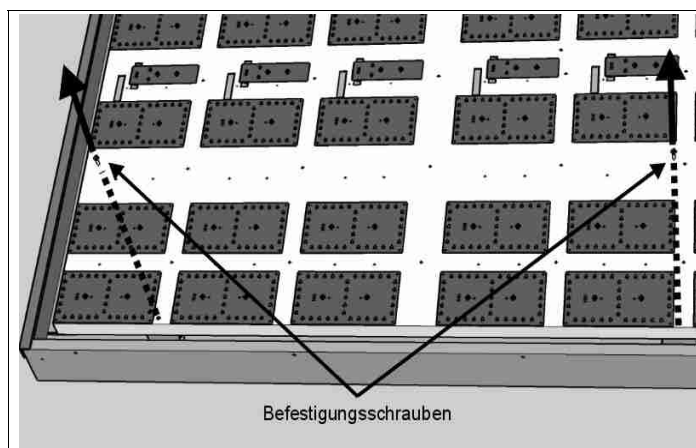

Abb. 14: Befestigungsschrauben der LED-Platinen Halterung
4. Mit einem Kreuzschraubenzieher die beiden, auf der rechten Seite der Metallhalterung der LED-Platinen befindlichen Befestigungsschrauben abschrauben (Abb. 14).